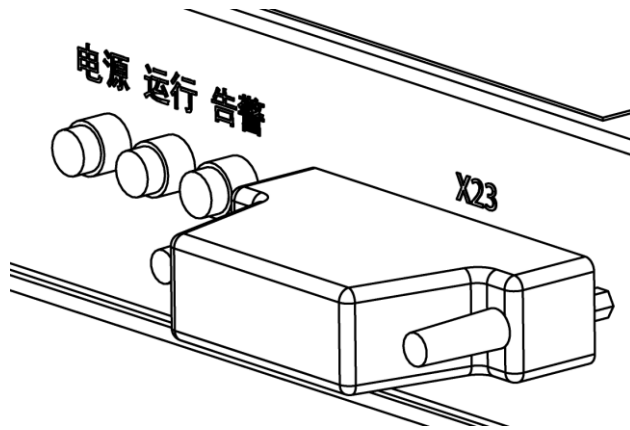

图 2-8 系统短接模块
**步骤 2** 确认控制柜的系统短接模块连接正常（图 2-8 中的 X23 即为连接正常的状态）。